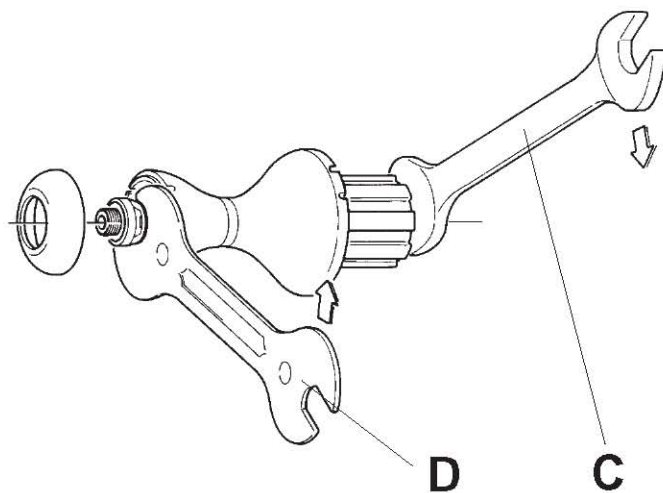

Fig. 59
- Svitare il dado con la chiave fissa da 17 mm (C), contrastando la rotazione del perno con una chiave per coni da 14 mm (D) posta sul cono del lato opposto come illustrato (Fig. 59).
- Dévissez l'écrou en utilisant la clé à ouverture fixe de 17 mm (C), en opposant la rotation de l'axe avec une clé à cônes de 14 mm (D) placée sur le cône du côté opposé comme le montre la figure (Fig. 59).
- Unscrew the lock nut with a 17 mm wrench (C), counteracting the rotation of the axle using a 14 mm cone wrench (D) on the cone on the opposite side as illustrated (Fig. 59).
- Desenroscar la tuerca con la llave fija de 17 mm (C), oponiendo fuerza a la rotación del eje con una llave para conos de 14 mm (D) puesta en el cono del lado opuesto, como se indica (Fig. 59).
- Die Mutter mit einem 17 mm Maulschlüssel (C) lockern. Um der Drehbewegung der Achse entgegenzuwirken, einen 14 mm Konusschlüssel (D) auf den Konus der gegenüberliegenden Seite aufsetzen. Siehe Abbildung 59.
- Draai de borgmoer los door gebruik te maken van een 17 mm sleutel (C), hierbij de as tegenhoudend met behulp van een 14 mm conussleutel (D) op de andere zijde van de naaf (Fig. 59).